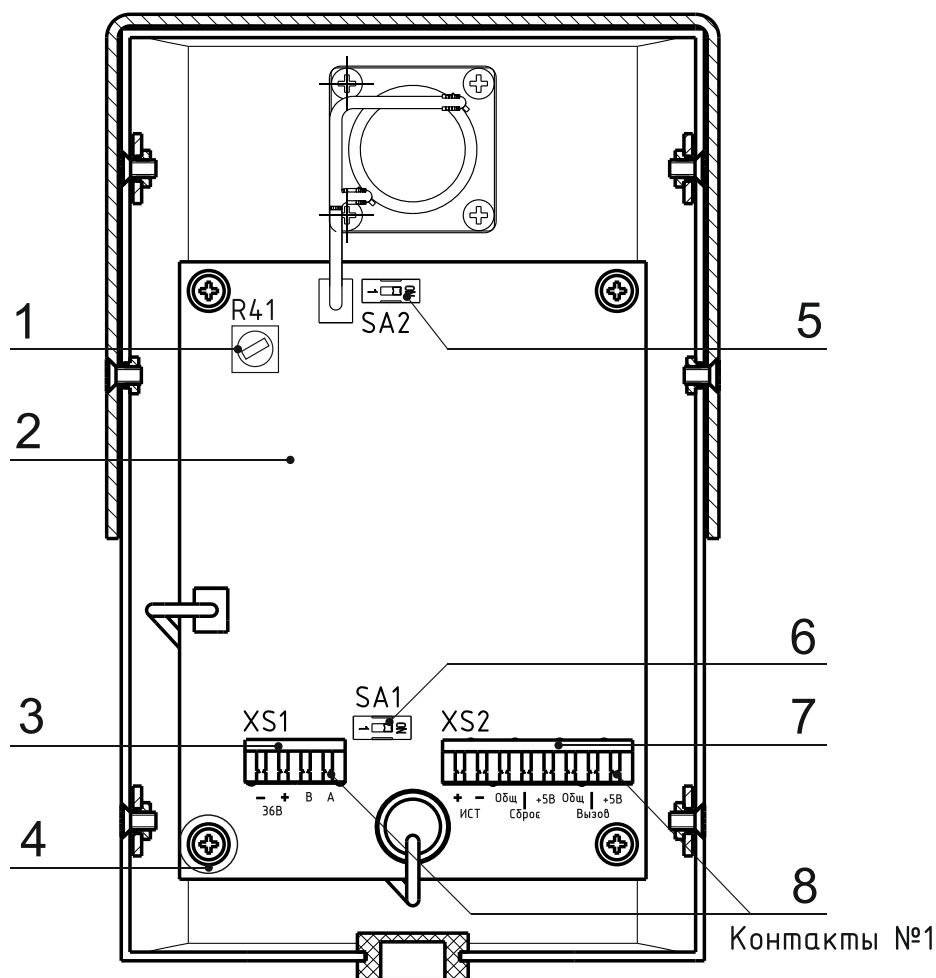

Рис. 2. Вид на АБУ со снятой задней крышкой.
- 4). Подключите к разъему XS1 (рис. 2, поз. 3) линию связи с ЛБС и другими АБУ системы. При наличии на одной линии нескольких АБУ, они подключаются к линии связи с ЛБС последовательно, соединений типа «звезда» на одной линии не допускается. Схема подключения указана в приложении 1.
- 5). Подключите под винт рис. 2, поз. 4. экранирующие оплетки линий связи с ЛБС и другими АБУ.
- 6). Включите согласующие резисторы у последних АБУ в каждой линии связи с ЛБС. Для включения резистора переведите переключатель SA1 (рис. 2, поз. 6) в положение «ON». Переключатель должен быть включен только у одного, последнего АБУ в каждой линии, у остальных АБУ он должен быть выключен.
- 7). Проконтролируйте положение переключателя SA2 (рис. 2, поз. 5), отвечающего за сброс адреса АБУ. Для нормальной работы АБУ он должен быть выключен.
- 8). Подключите к разъему XS2 (рис. 2, поз. 9) светозвуковое табло, устройство вызова помощи для МГН и устройство сброса. Схема подключения приведена в приложении 2.
При изменении конфигурации системы или установке в систему ранее использованного АБУ, необходимо выполнить сброс его адреса АБУ на заводской (по умолчанию). После сброса адреса возможно запрограммировать АБУ в систему. Для смены адреса на заводской необходимо: выключить питание ЛБС, к которому подключено АБУ; включить на плате АБУ переключатель SA2 (рис. 2 поз. 5), после этого включить ЛБС (подать питание на АБУ). Адрес АБУ будет заменен на заводской. После этого переключатель SA2 необходимо выключить, а затем запрограммировать АБУ в систему.